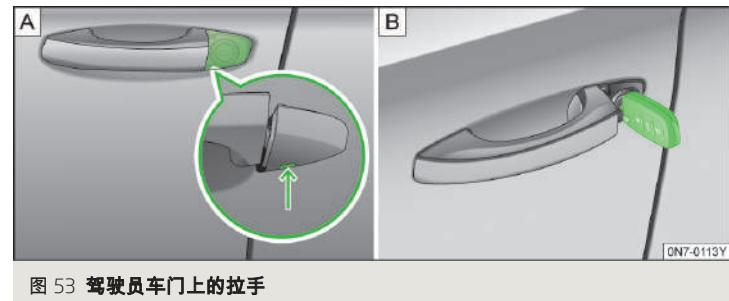

图 53 驾驶员车门上的拉手
- ▶ 将汽车钥匙在箭头区域内插入盖板底面上的凹槽内，然后将盖板向上翻转 **A**» 图 53。
- ▶ 将汽车钥匙（按钮朝上）插入锁芯中，然后将汽车解锁或锁止 **B**» 图 53。